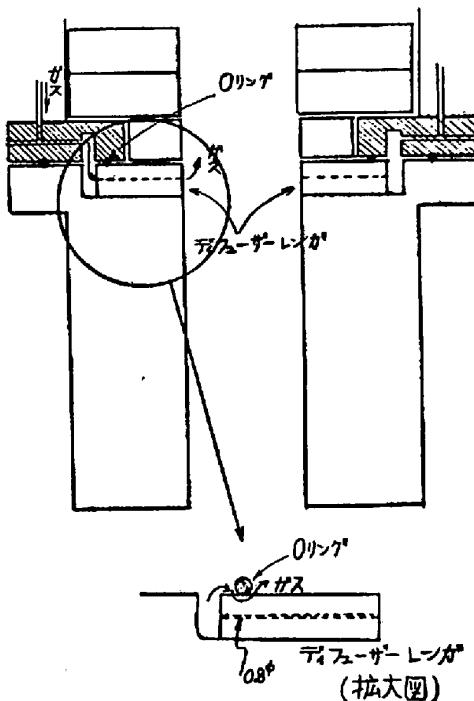

図1 還流ガス吹込みの機構
2.1 従来の下部槽の問題点 従来の下部槽では寿命近くになると還流ガスが敷レンガの目地から出て、2本の還流管に囲まれた部分の敷レンガを浮上させてしまい、寿命となつていた。この還流ガスが敷の目地から出るいわゆる「吹抜け」の機構は図1に示す通りであり、デフューザーレンガの上面が粗いため、還流ガスが、ここから抜けでるためであることが判明した。